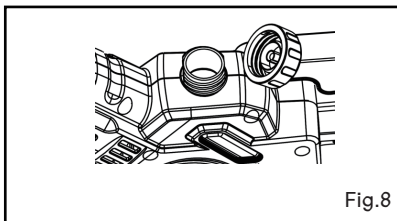

Fig.8
1. Enlevez le bouchon d'huile. (Fig. 8)